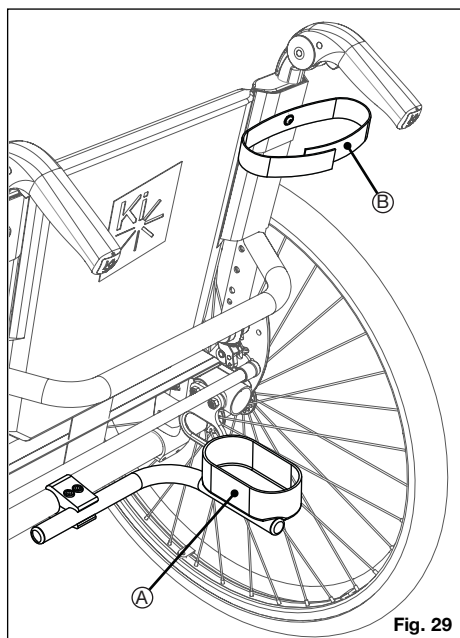

Fig. 29
1. Coloque el extremo estrecho del bastón o muleta en la parte inferior del receptáculo (Fig. 29:A).
2. Utilice el sujetador de velcro (Fig. 29:B) para fijar el bastón o muleta a la parte superior de la vara del espaldar. Confirme que el bastón o las muletas permanezcan firmes en su sitio tanto vertical como horizontalmente cuando la silla de ruedas esté en movimiento.